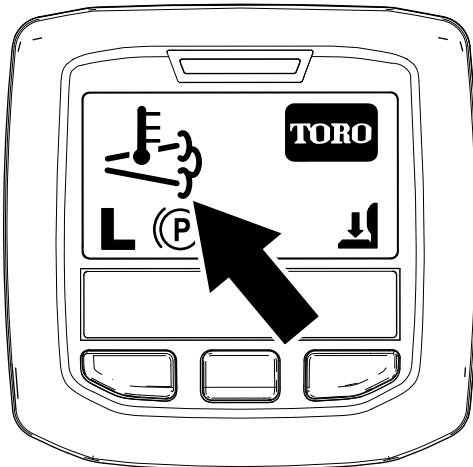

Figura 28
- El icono de temperatura alta de los gases de escape aparece en el InfoCenter (Figura 28).